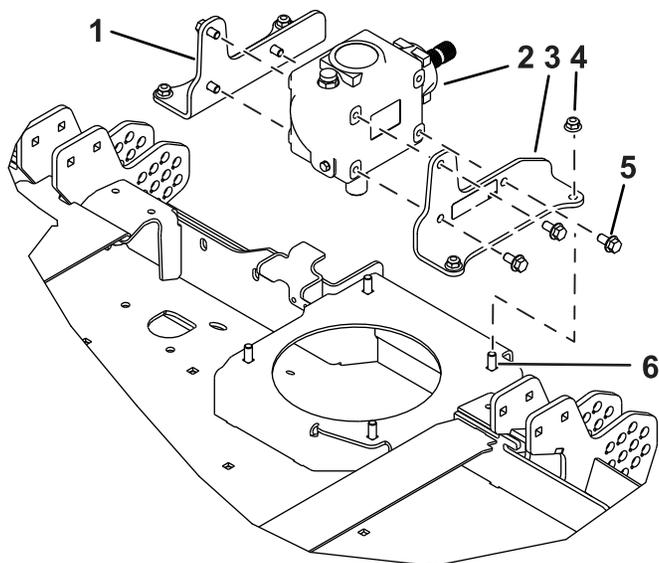

Рисунок 3
6. Установите новые кронштейны на боковую сторону редуктора с помощью 6 новых болтов ($\frac{3}{8} \times \frac{3}{4}$ дюйма); см. Рисунок 3.
7. Установите кронштейны на деку газонокосилки с помощью ранее снятых каретных болтов и гаек (Рисунок 3).